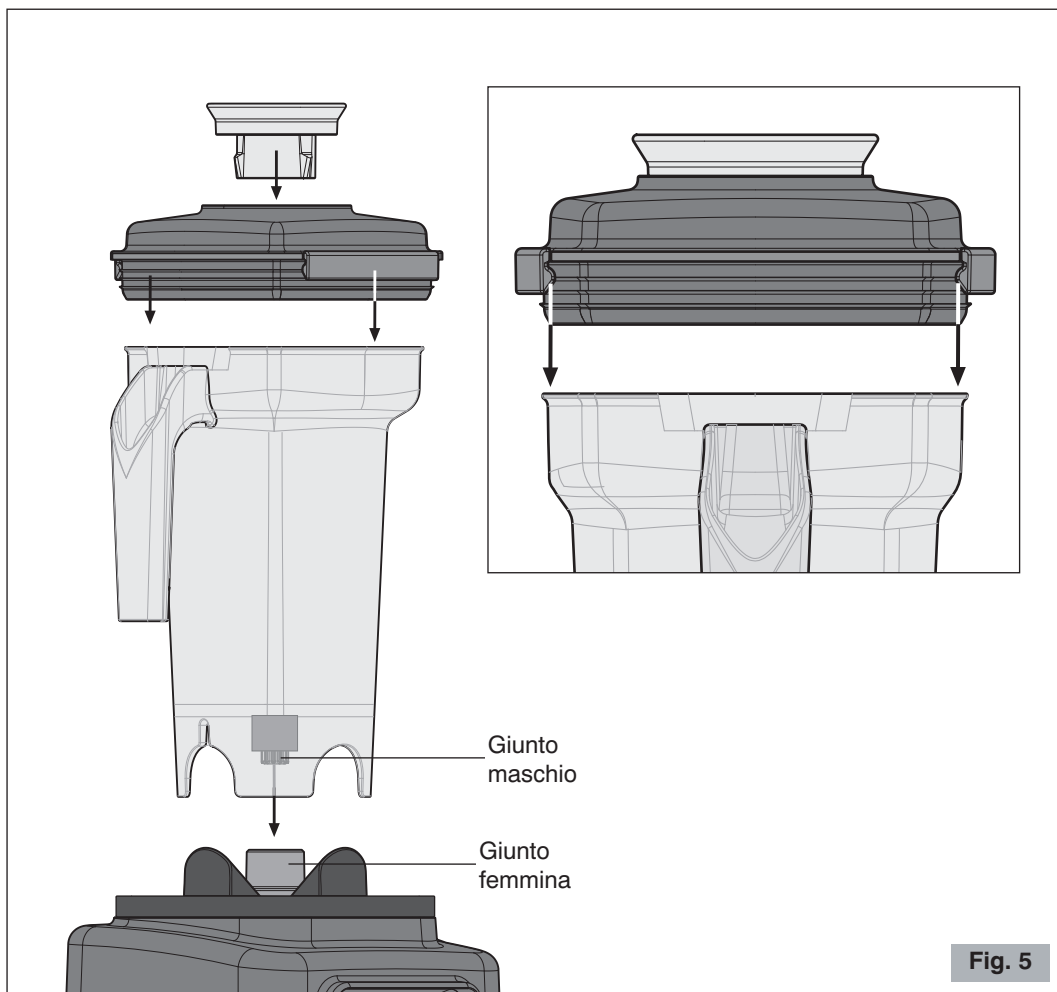

Fig. 5
- 3** Inserire il coperchio nel contenitore premendo sui gancetti di chiusura (vedere Fig. 5).